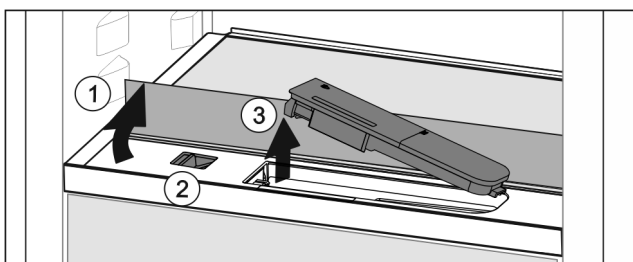

Fig. 48
- ▶ Підняти скляну панель і відкинути до упору назад Fig. 48 (1).
- ▶ Посуньте повзунок Fig. 48 (2) уліво.
- ▶ Вийняти бак для води Fig. 48 (3).